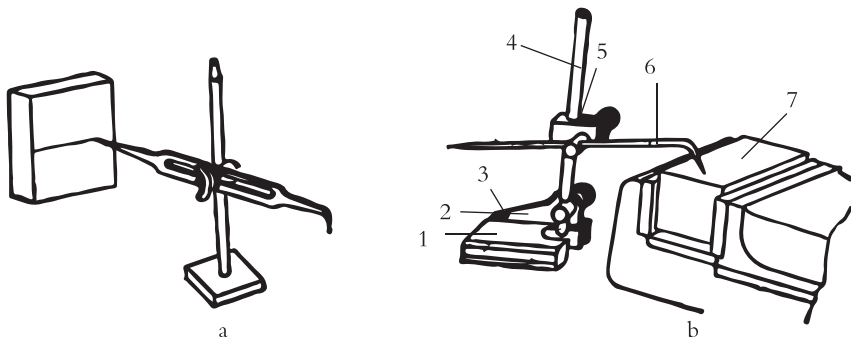

图2-9 划针盘及其使用
(9) 划针盘：有普通划针盘和万能划针盘两种，用来在加工工件上划线或装夹工件时校正工件（见图2-9）。其中万能划针盘在使用中，可通过调整螺钉来调节划针的高度，校正工件时较为方便。使用划针盘划线或校正工件时，将划针盘座放在乎板或工作台上，用手移动划针盘座，通过划针校正工件或在工件上划出加工线。